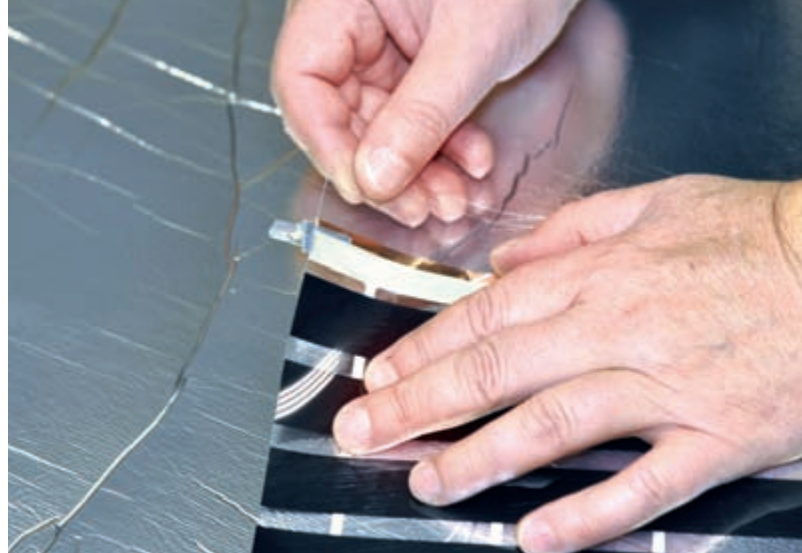

Рис. 8. Установленный на термопленку контактный зажим
9. Установите на медную токонесущую шину термопленки контактный зажим (рис. 8–10).
- 9.1 При этом одна сторона зажима должна находиться внутри термопленки, вторая сторона — снаружи поверх медной полосы (рис. 8–9).